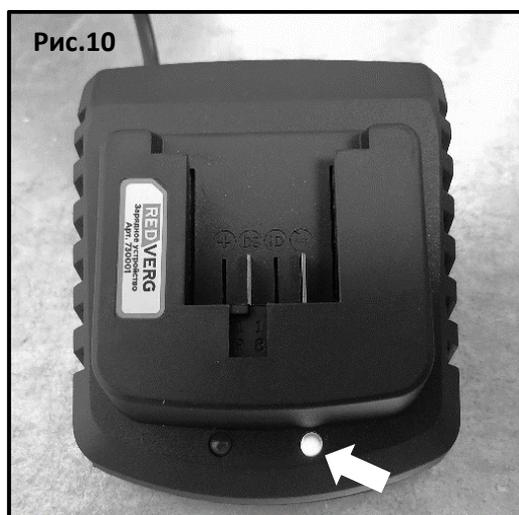

Рис.10
- Подключите зарядное устройство к надлежащему источнику питания пер. тока. Загорится немигающий **ЗЕЛЕНЫЙ** индикатор, указывающий, что зарядное устройство подключено к надлежащему источнику питания (Рис.10).